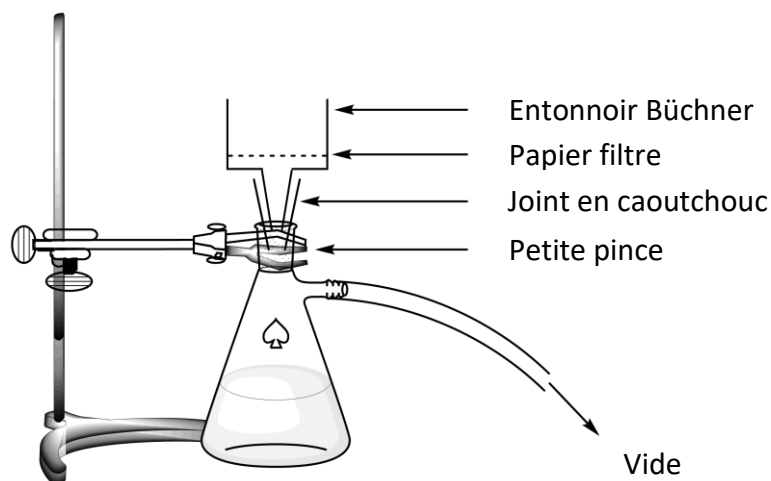

Figure 2. Montage de filtration sous vide
7. **Fixer** la fiole à vide au statif à l'aide d'une petite pince. **Installer** le montage de filtration sous vide à l'aide d'un entonnoir Büchner, d'un papier filtre et de la fiole à vide (voir figure 2). **Lever** votre carte « HELP ». Un assistant de laboratoire viendra et vous montrera comment adapter la fiole à vide au système d'aspiration.